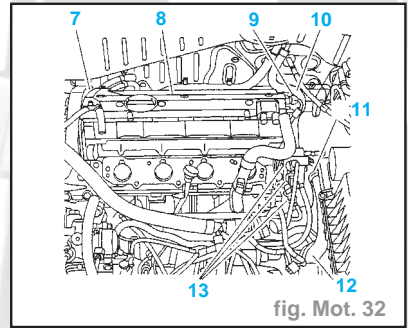

fig. Mot. 32
- Déposer l'agrafe (11) à l'aide d'un tournevis (fig. Mot. 32).
- la durite du boîtier de sortie d'eau (12)
- la durite de chauffage (10)
- Reposer l'agrafe (11) dans ses gorges.
- le connecteur d'allumage (9), déposer le condensateur
- les connecteurs (13) des sondes (sur boîtier de sortie d'eau)
- le boîtier des bobines d'allumage (8)
- Reposer (fig. Mot. 32) :
- le couvercle (7) des tuyaux de carburant
- les connecteurs (13) des sondes.
- le connecteur d'allumage (9) poser le condensateur
- la durite (12) du boîtier sortie d'eau